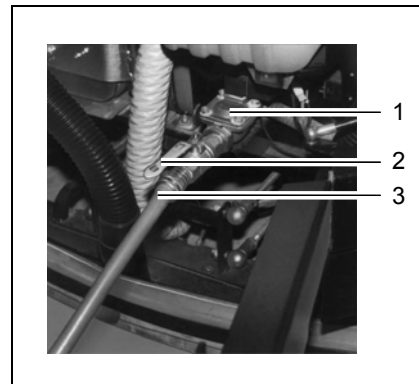

Abb. 28
2. Füllschlauch (Abb. 28/3) mit einem Anschluss von 19 mm Durchmesser (3/4 Zoll) ankuppeln.
3. Kugelhahn (Abb. 28/2) öffnen.
4. Taster für Magnetventil (Abb. 28/1) drücken. Dieser befindet sich unterhalb der Saugturbinen.
Der Taster für das Magnetventil (Abb. 28/1) kann auch bei ausgeschaltetem Schlüsselschalter betätigt werden.
7. Kugelhahn (Abb. 28/2) schließen.
8. Füllschlauch (Abb. 28/3) abkuppeln.